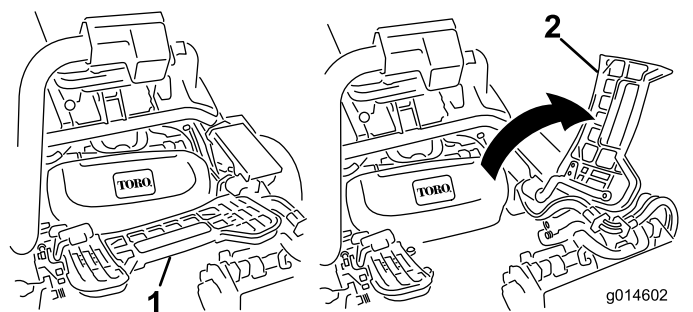

Рисунок 47
1. Поднимите и поверните вверх подножку, открывая доступ к центральному режущему блоку (**Рисунок 47**).